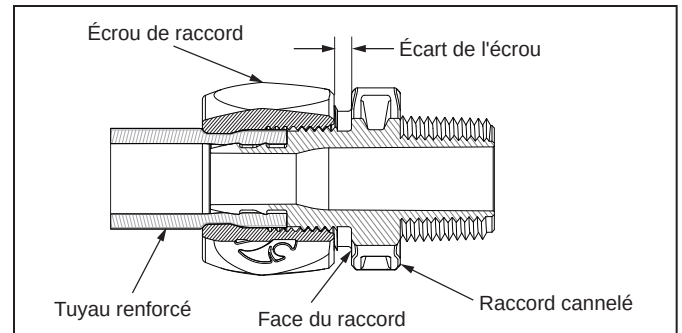

Figure 6. Serrer l'écrou de raccord afin de fixer le tuyau
7. Glisser/faire tourner l'écrou de raccord sur le raccord cannelé de sorte à engager le filetage correctement; ne pas fausser le filetage de l'écrou de raccord. Serrer l'écrou jusqu'à ce que les filetages ne soient plus visibles (espace d'environ 1/8 po ou à peine moins que l'épaisseur de deux pièces de 10 cents), ou jusqu'à ce qu'il touche la face du raccord. Voir la Figure 6.
1. Vérifier que l'installation est correcte. Se référer à la Figure 6.